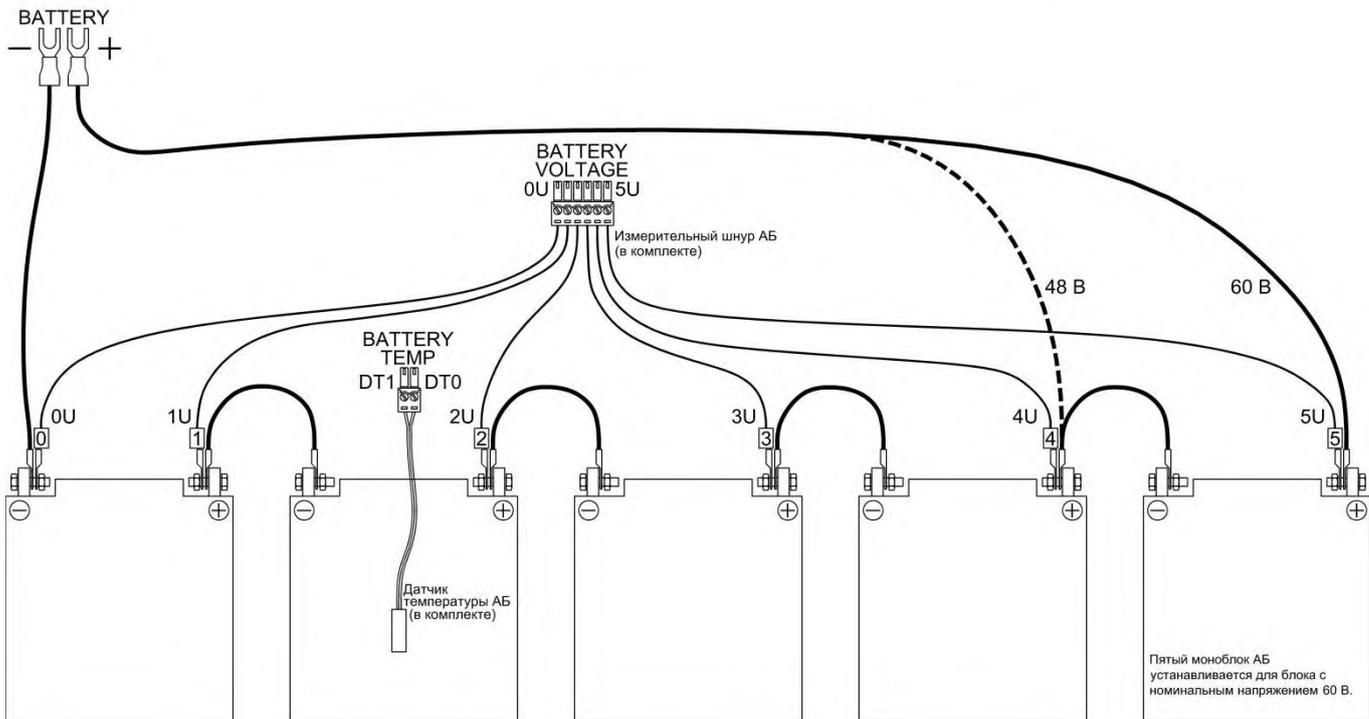

Рис. 8. Подключение АБ.
3. Произвести соединение батареи согласно схемы на рис.8. При подключении использовать провода сечением, не менее рекомендуемым в таблице 6. Соединить плюсовой полюс АБ с плюсом клеммника **BATTERY**, а минусовой полюс АБ с минусом клеммника **BATTERY**.
4. Подключить измерительный шнур контроля напряжения на моноблоках АБ к разъему **BATTERY VOLTAGE**. Наконечники подключить к клеммам АБ согласно рис.8.
6. Датчик температуры закрепить на корпусе одного моноблока АБ, разъем подключить к вилке **BATTERY TEMP** на задней панели блока (рис. 8).